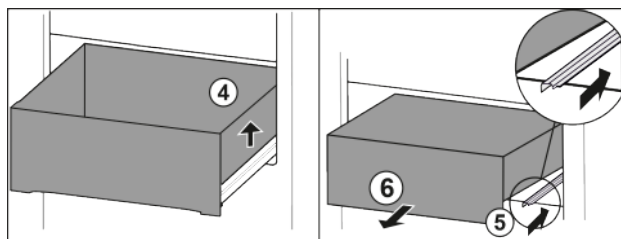

Fig. 18
- Приподнимите выдвижной ящик справа. Fig. 18 (4)
- Вставьте правую направляющую. Fig. 18 (5)
- Извлеките выдвижной ящик движением вперед. Fig. 18 (6)